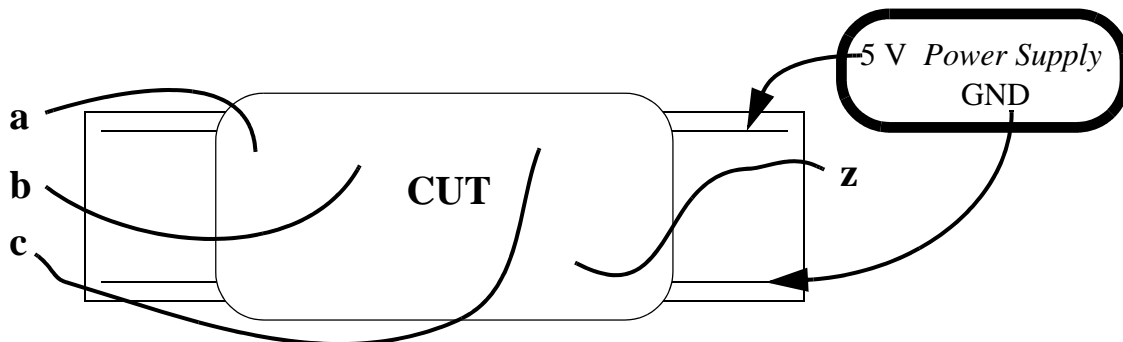

Figura 28: Conexión en regleta con alimentación y terminales accesibles de entrada y de salida
- b) Implementación en el laboratorio. Monte en la regleta el circuito bajo test (CUT: *Circuit Under Test*) usando **único rail**, esto es, para cada entrada sólo hay un cable para introducir la excitación o señal de entrada. También deje un cable para observar la señal de salida (ver Figura 28:). **No olvide alimentar el circuito:** 5 V en Vcc y GND de circuito y de fuente de alimentación conectados.